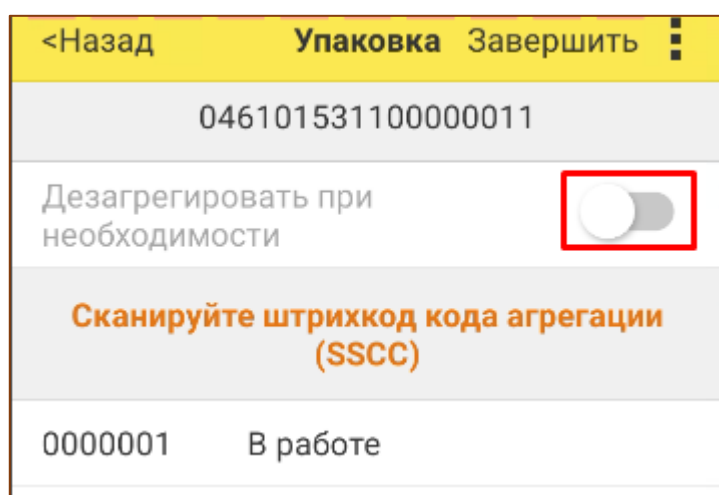

Рис. 7.4 - Дезагрегация кодов
3. Если необходимо чтобы происходила автоматическая дезагрегация, то перед созданием упаковки требуется установить признак «Дезагрегировать при необходимости» (Рис. 7.4);